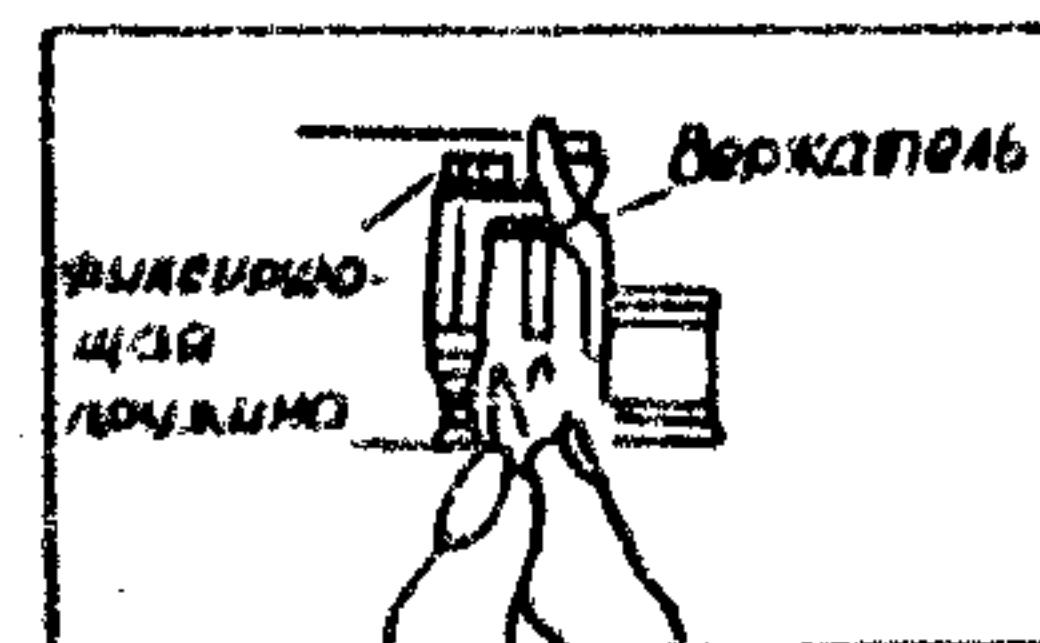

Рис. 6.7
4) взять пишущий узел, вставить его конец в пружинное удерживающее кольцо через расположенный ниже держатель и втолкнуть его в держатель, одновременно придерживая блок держателей, чтобы он не вращался так, как показано на рис. 6.7